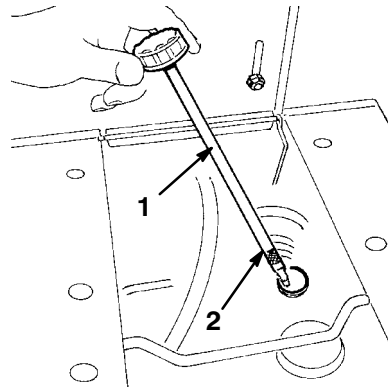

Figure 6
2. Dévissez et sortez la jauge du goulot de remplissage (Fig. 6).